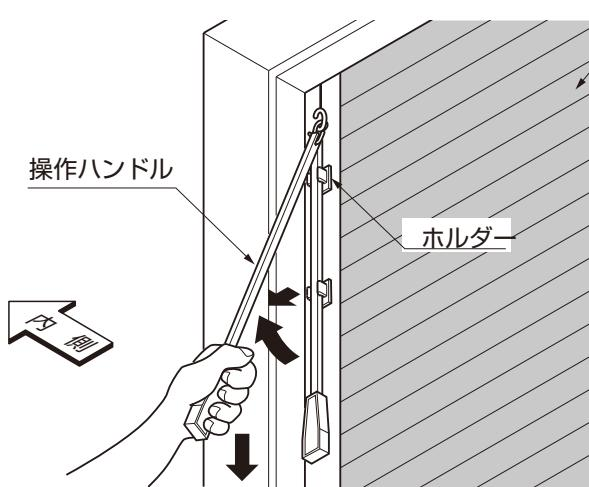

図14-1 手動開閉の切替え
①操作ハンドルを、ホルダーから外してください。(図14-1参照)
②操作ハンドルを、下方に引いてください。(図14-1参照)